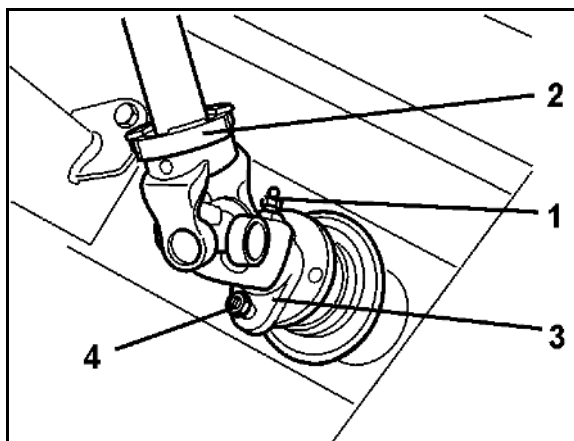

Рис. 97
1. Отверните конусный смазочный ниппель (Рис. 97/1) в соединительной вилке (Рис. 97/2) карданного вала.
2. Отсоедините срезной болт (Рис. 97/4) между фланцем вилки (Рис. 97/3) карданного вала и фланцем первичного вала редуктора.